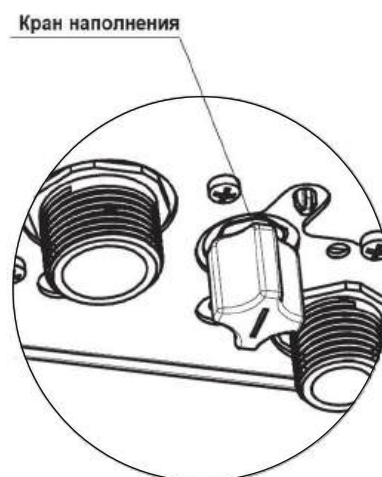

Рис. 11 Заполнение системы отопления (ГАЗ 6000 ...C RN)
- Заполните отопительную систему до давления 0,1-0,2 МПа (1-2 бар) и закройте кран для заполнения и слива. Для котлов ...C - как показано на рис. 11, для ...H в монтажной схеме необходимо предусмотреть кран наполнения.